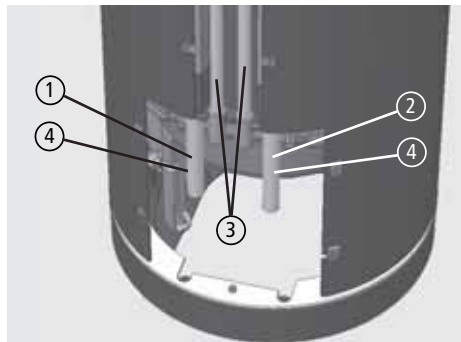

Abb. 3.18 NOVIA W: Anschlüsse Vorlauf, Rücklauf (mit bereits montierten Doppelnippeln) und TAS
- ① Thermische Ablaufsicherung (TAS) - die Zu- und Ablaufleitungen der TAS an die beiden mittleren Gewindestutzen an der Geräterückseite anschließen, jeweils 1/2" (DN 15) AG (siehe Abb. 3.18 auf Seite 39),
- ② Vorlauf und Rücklauf (VL / RL) - die beiden 1/2" x 140 mm Doppelnippel, verzinkt (im Lieferumfang Anschlussatz), eindichten und in die äußeren Gewindemuffen an der Geräterückseite einschrauben (siehe Abb. 3.18 auf Seite 39),